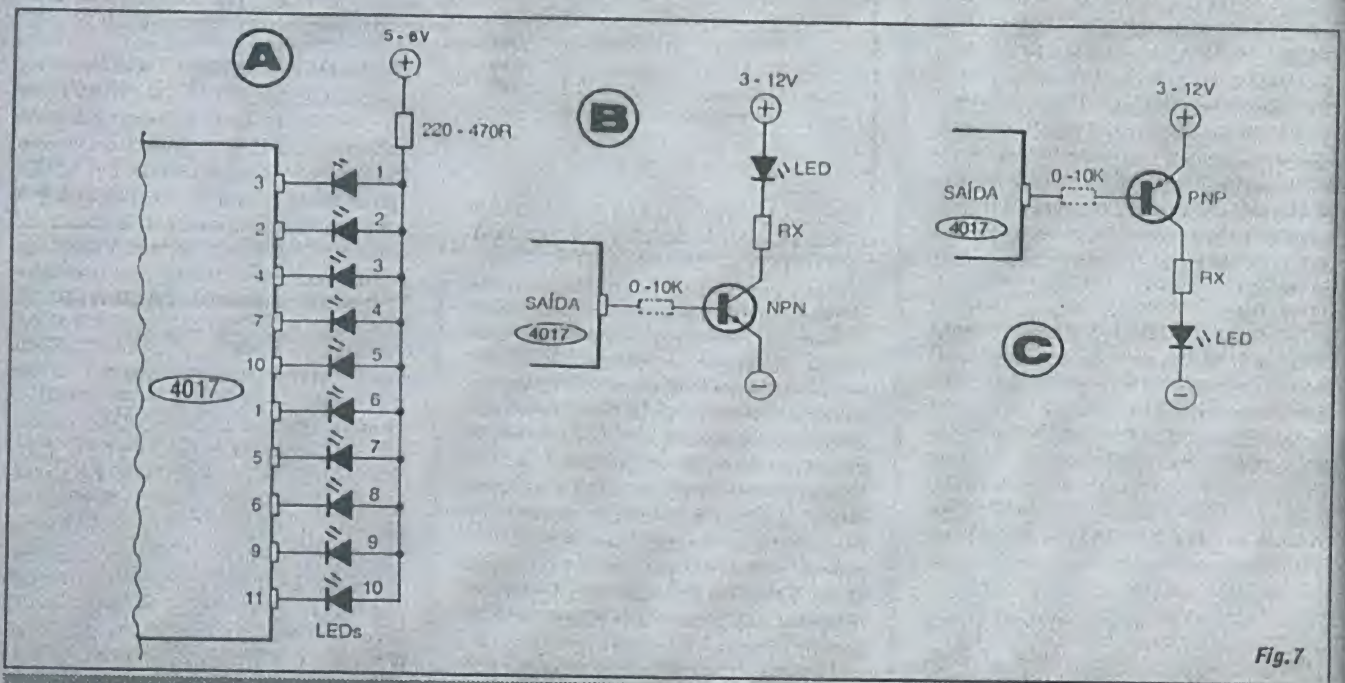

Fig. 7
- FIG. 7-A - "APAGANDO" O LED "DA VEZ" (SEQUENCIAMENTO "AO CONTRÁRIO"...)- Nos arranjos e exemplos dados até agora, na presente série de "Aulas", os LEDs ligados às Saídas do 4017 apenas acendem quando a respectiva Saída se mostrasse "alta", em "1" digital
- FIG. 7-B - REFORÇANDO AS SAÍDAS COM TRANSISTORES NPN... - É bastante frequente que o circuito ou aplicação requiera o acionamento de cargas mais "pesadas" a partir das Saídas de um 4017 (mesmo um simples LED, que queiramos ver iluminado com alta inten-
- FIG. 7-C - O "REFORÇO" COM TRANSÍSTOR PNP... - Tudo praticamente idêntico ao arranjo mostrado em 7-B, porém com as inevitáveis inversões de